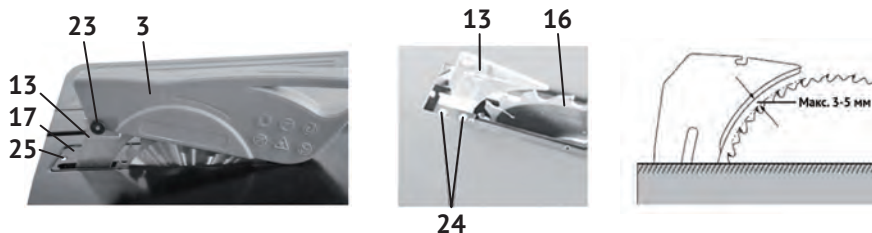

рис.4
- открутить 6 винты крепления (рис.4 поз.25) вставки стола (рис.4 поз.17);
- закрепить винтами (рис.4 поз.24) на кронштейне расклинивающий нож (рис.4 поз.13) так, чтобы он находился в одной плоскости с пильным диском (рис.4 поз.16) и на расстоянии 3-5 мм, как показано на рис.4;
- совместив крепёжные отверстия кожуха (рис.4 поз.3) и расклинивающего ножа (рис.4 поз.13), соединить их винтом (рис.4 поз.23) и закрепить гайкой. Крепление не должно быть жёстким. Кожух должен иметь возможность вращения вокруг оси крепления, чтобы фиксироваться в выбранном положении относительно диска, в зависимости от толщины заготовки.